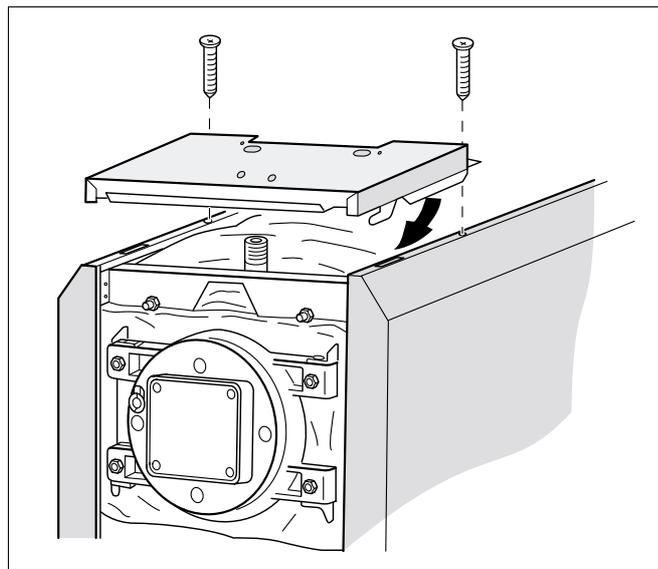

Fig. 13 Agganciare la copertura anteriore della caldaia ed avvitare a fondo
- Mettere la copertura anteriore della caldaia sulle piegature dei pannelli laterali e tirarla in avanti, finché i ganci destro e sinistro scattano nelle fessure (fig. 13).
- Avvitare a fondo la copertura anteriore della caldaia con 2 viti autofilettanti nelle traverse laterali, mediante le linguette della copertura caldaia e delle piegature delle pareti laterali (fig. 13).